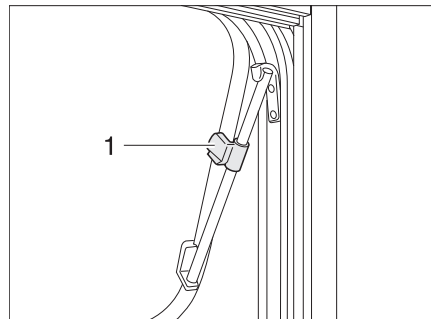

Bild 36 Överkantshängt fönster med drivspärrar, öppet
- Öppna det överkantshängda fönstret till önskad ställning och fäst med ratten (Bild 36,1).
- Vrid på ratten (Bild 36,1) tills spärren lossas.